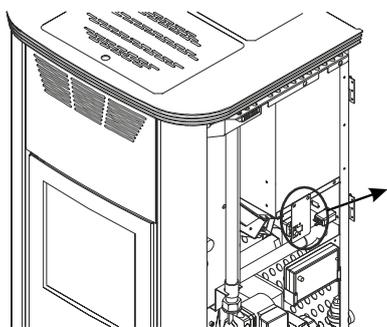
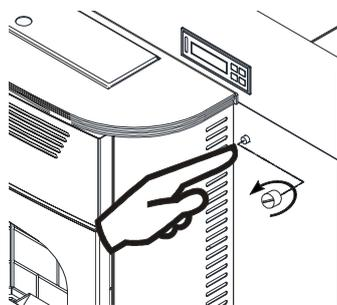
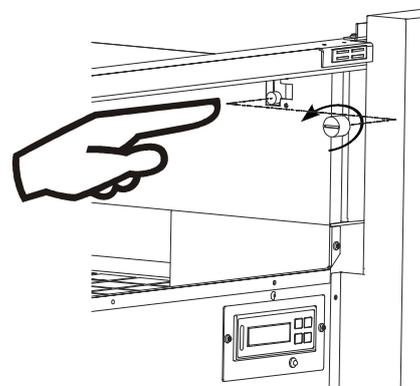

Рисунок 32
Рисунок 33
Рисунок 34
- 12.11.** При выключенном котле проверить термостат безопасности, расположенный в моделях Hidrocorper (Рисунок 32) внутри котла за правой боковой дверцей. Для его активации необходимо открутить колпачок и, если это необходимо, нажать кнопку. Если термостат включился вы услышите характерный звук. Во встраиваемых моделях мы найдем его в передней части (Рисунок 33) под клавиатурой. В модели Super Insert (Рисунок 34) он расположен за левой верхней дверцей.